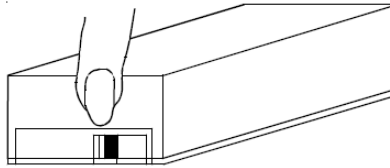

Figura 1: Extracción de la cubierta
- Retire la cubierta del DS7461i. Pulse y levante con el pulgar y la uña directamente por encima del borde del DS7461i (consulte la *Figura 1*).